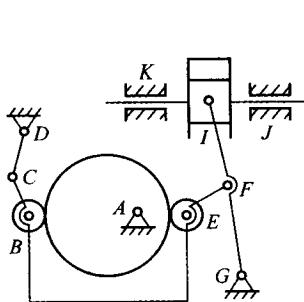

图 1-8 题 1.5.2 图
1.5.2 求出图 1-8 所示机构的自由度,用高副替代低副并拆分杆组。